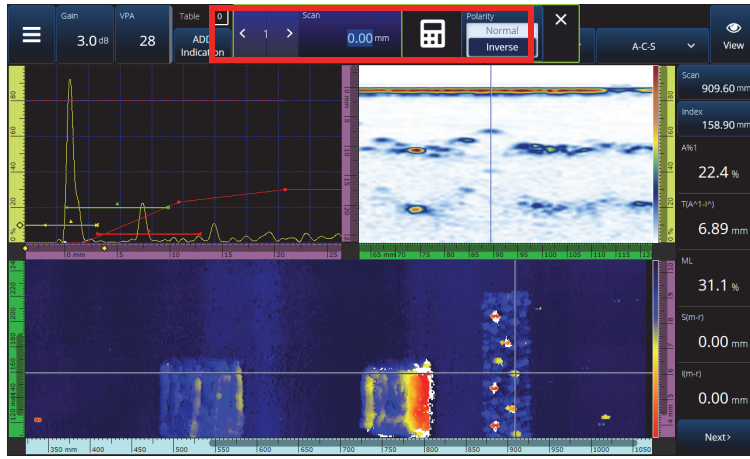

Figura 2-59 Passaggio a una posizione specifica inserendo un numero con la tastiera numerica
- c) Premere il comando **Scan** o **Index**. Si apre un menu che permette di inserire un nuovo valore mediante la tastiera numerica o di invertire la polarità dell'encoder (Figura 2-59 a pagina 115).